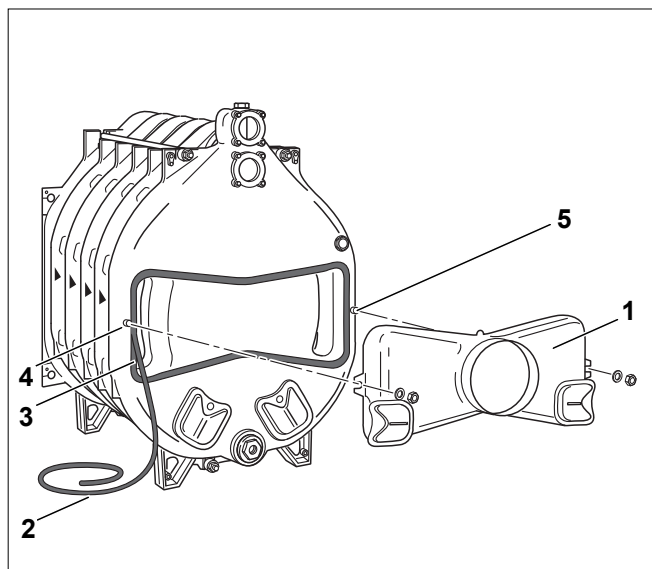

Рис. 24 Монтаж коллектора дымовых газов
Для уплотнения соединений между котлом и коллектором дымовых газов (рис. 24, [1]) применяется шнур КМ (рис. 24, [2]).
- ▶ Плотнo вдавите шнур КМ в паз. Уплотнительный шнур нужно уложить так, чтобы стык шнура находился в боковом пазу (рис. 24, [3]).
- ▶ Установите коллектор дымовых газов на четыре шпильки на задней секции (рис. 24, [4] и [5]) и закрепите гайками с шайбами.